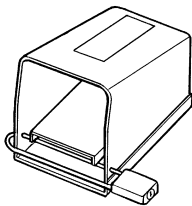

Figura 1 – Interruptor de pie cerrado
8. **Si no se usa se debe poner un pestillo en el interruptor de pie.** (Figura 1). Esto evita que la máquina se ponga en marcha de una manera no intencionada.